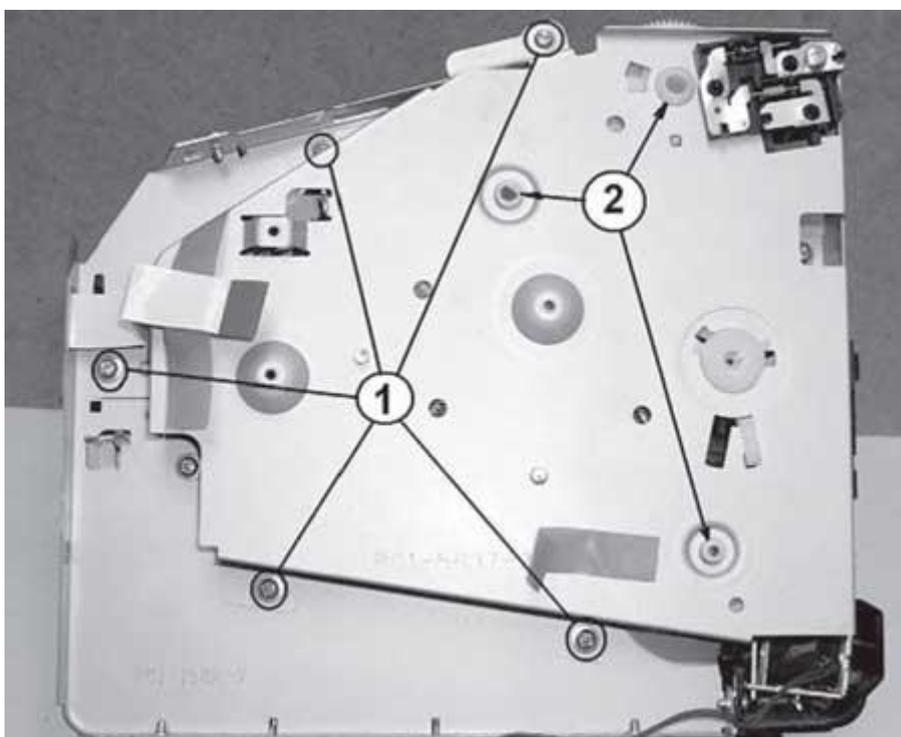
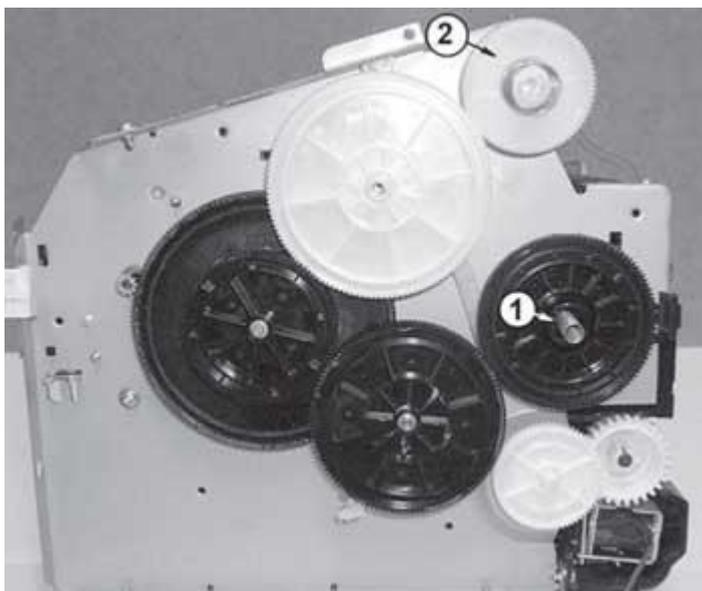

Рис. 26. Разборка редуктора
Рис. 27. Разборка редуктора
3. Откручивают пять винтов (рис. 26, поз. 1), аккуратно приподнимают крышку редуктора и снимают с устройства, при этом шестерни должны остаться на своих местах. В случае если крышка начинает отодвигаться вместе с шестернями, нажимают на оси шестерен (поз. 2), выступающих на крышке, с целью не допустить их снятия.
4. Снимают шестерни, предварительно запомнив их местоположение (рис. 27), выполняют их очистку от загрязнений или замену (при износе или повреждениях).
6. Наносят тонкий слой смазки на оси и зубья шестерен. Сборку редуктора выполняют в обратной последовательности. При установке крышки убеждаются в совпадении осей шестерен с их посадочными отверстиями в крышке (рис. 26, поз. 2) и ориентацию пружины (рис. 27, поз. 1)